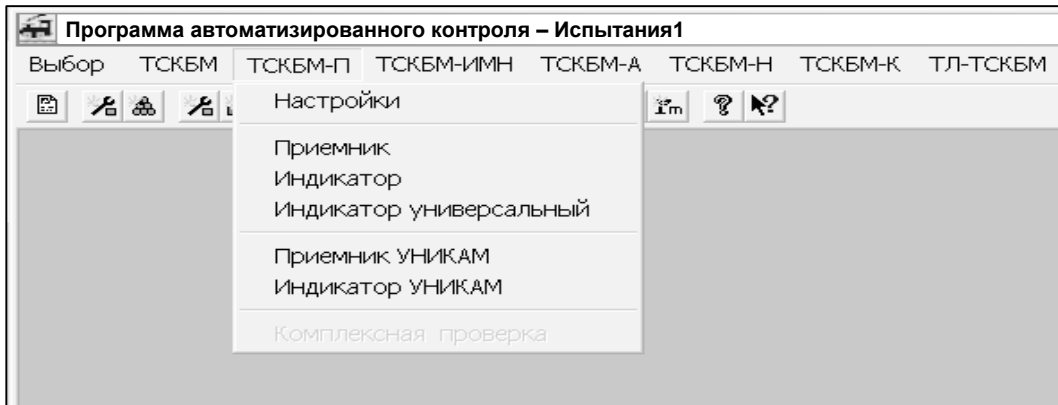

Рисунок 2.14 - Меню Испытания \ ТСКБМ-П \ Приемник
- 4) В меню Испытания программы Board откройте пункт \ ТСКБМ-П \ Индикатор универсальный, см рисунок 2.14.